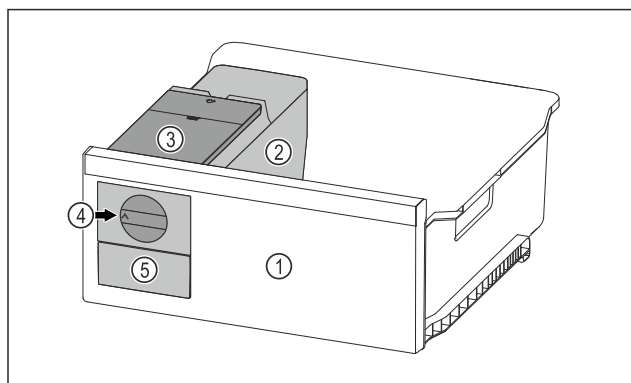

Fig. 80 Vejledende illustration
- Drej drejeknappen *Fig. 80 (4)* med uret indtil anslaget.
- ▷ Isterninger falder ud af isterningebakken og ned i isterningskuffen *Fig. 80 (5)*.